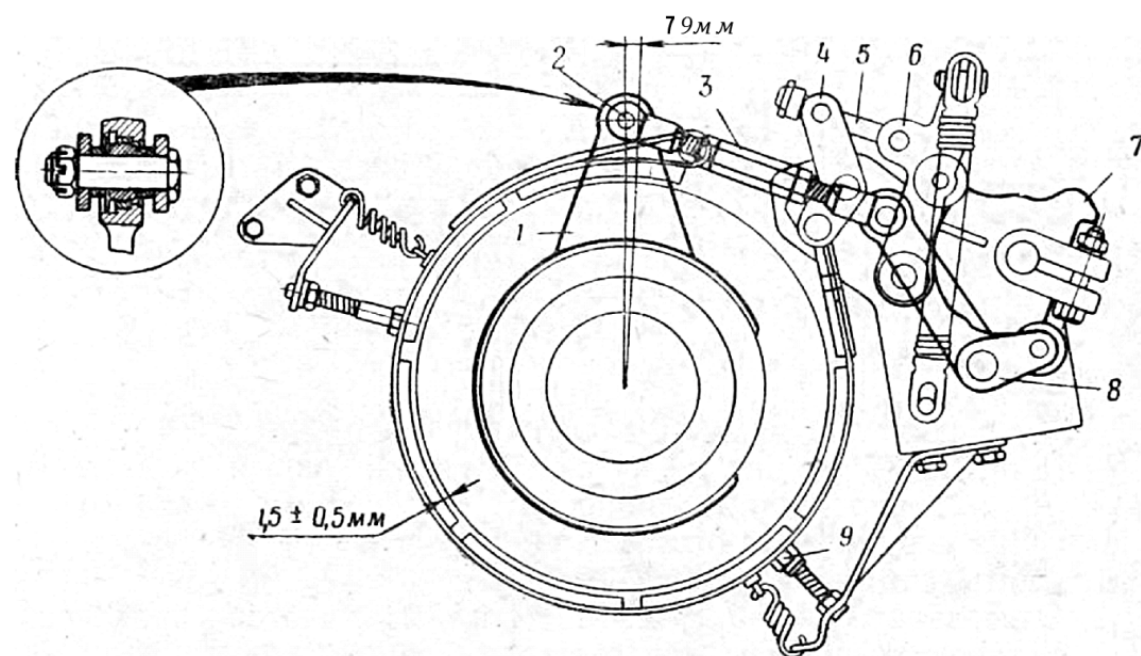

Рис. 30. Схема регулировки свободного хода поводковой коробки фрикциона механизма поворота:
3. Проверить свободный ход поводковой коробки, для чего: шарнирную тягу 3 (рис. 30) фрикциона механизма поворота с хвостовиком поводковой коробки 1 подать до отказа назад, а затем вперед и по перемещению соединительного пальца 2 замерить величину свободного хода. Свободный ход должен быть в пределах 7 — 9 мм.